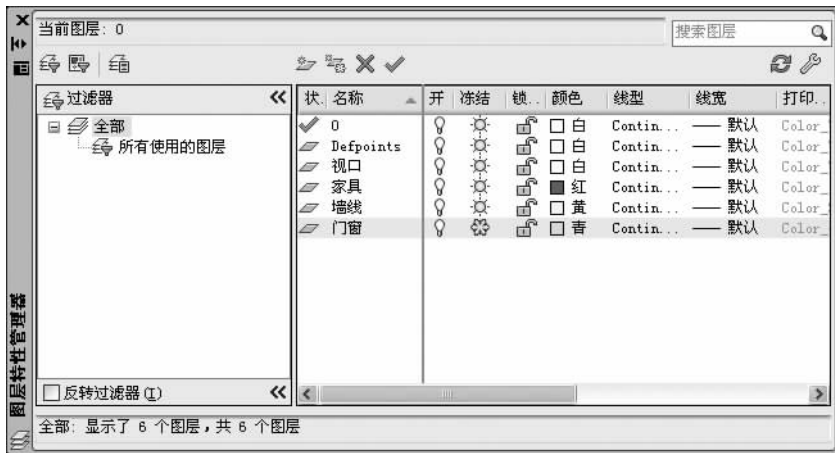

图 2-12 创建完成后的“图层特性管理器”对话框
(1) 单击“新建图层”按钮即可新建一个图层,并显示在对话框左侧的图层列表框中。新建图层将自动以“图层 1”“图层 2”……“图层 n”进行命名。
(2) 新建图层后,可在“名称”列为图层重新命名。图层名最多可包括 255 个字符,其中包括字母、数字、特殊字符和空格,但不能包含<(小于)、>(大于)、“”(双引号)、*(星号)等。
(3) 新建图层后,选中某个图层,单击“图层特性管理器”对话框中的“置为当前”按钮即可将其置为当前图层,之后进行绘制与编辑即对该图层生效,而不影响其他图层中的对象。
(4) 设置完成后,单击“确定”按钮即可。图层创建完成后的对话框如图 2-12 所示。
在如图 2-12 所示的“图层特性管理器”中选择某一个图层,单击“删除图层”按钮,再单击“应用”按钮保存修改,或直接单击“确定”按钮保存修改并关闭“图层特性管理器”对话框。选定的图层即被删除。